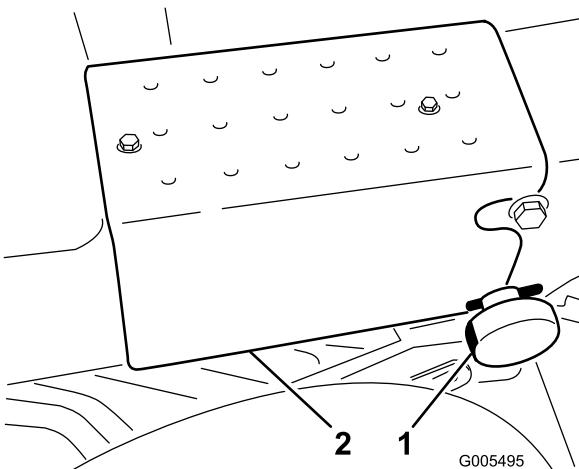

Figura 7
5. Articule o braço da direcção para a posição de operação vertical (entalhes). Prenda com o manípulo de bloqueio e contrapino (Figura 7).
6. Monte o degrau direito no chassis usando 2 parafusos auto-rosantes (Figura 7).